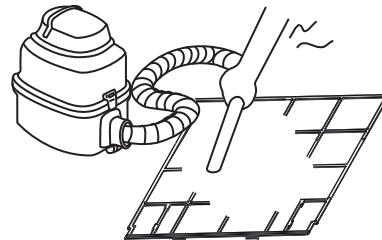

Fig. 6-2
- Quando si usa l'aspirapolvere, tenere il lato di ingresso dell'aria rivolto verso l'alto. (Fig. 6-2)